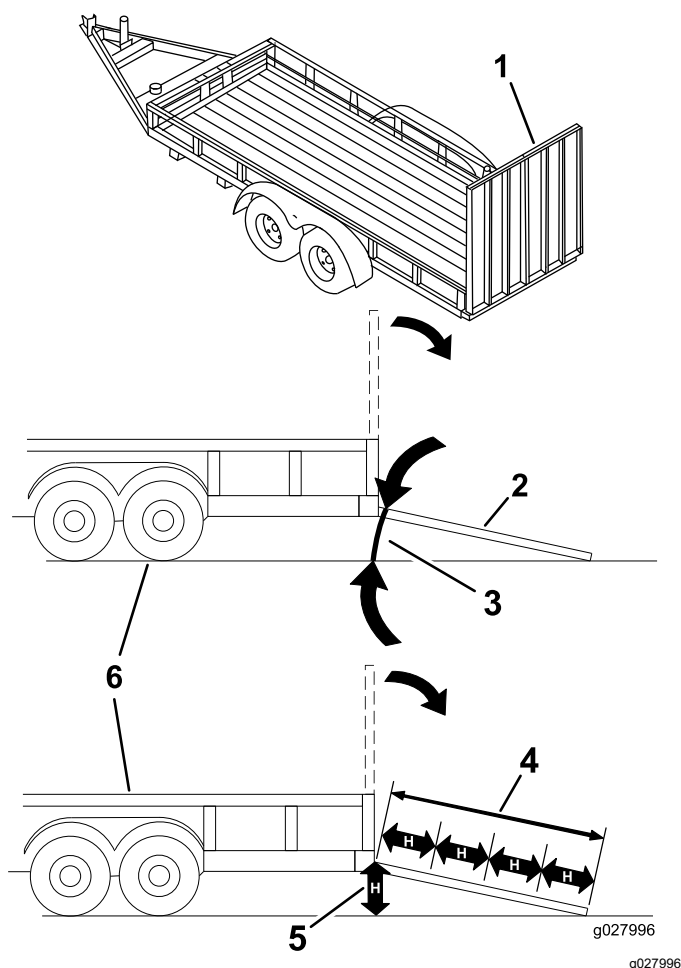

Рисунок 39
При погрузке машины на прицеп или грузовик повышается вероятность опрокидывания, что может привести к получению тяжелой травмы или гибели (Рисунок 39).
1. Опустите наклонный въезд, убедившись, что угол между наклонным въездом и поверхностью земли не превышает 15 градусов (Рисунок 39).